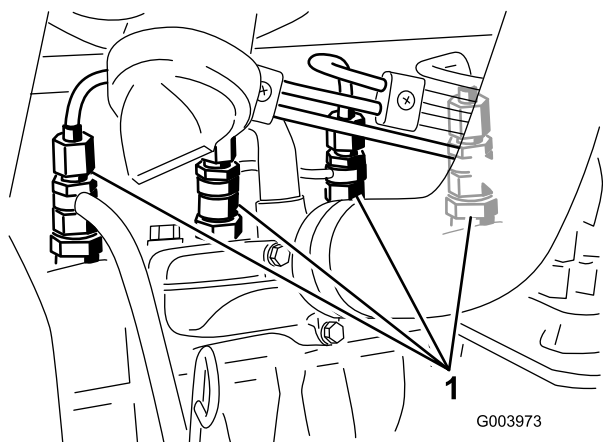

図 44
1. 燃料噴射ポンプの No. 1インジェクタノズル(図 44)へのパイプ接続部をゆるめる。